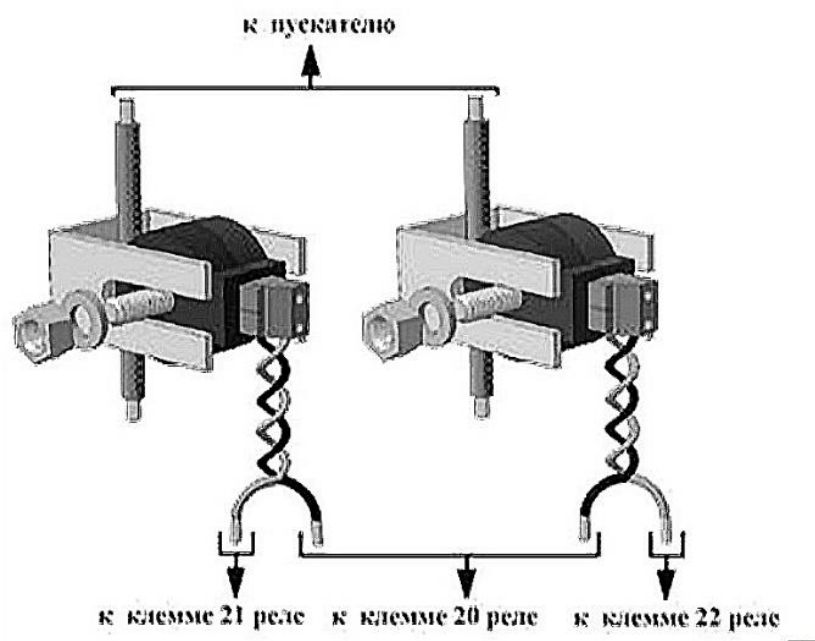

Рис. 4.3. Общий вид датчиков тока
Датчик тока (рис. 4.3) представляет собой малогабаритный трансформатор. Первичной обмоткой является фазный провод, соединяющий пускатель и двигатель. Вторичная обмотка намотана на катушку, размещенную в пластмассовом корпусе с выходными клеммами. Магнитопроводом служат стальные скоба и ось.
6.2.2 Закрепить датчики тока на двух фазных проводах, соединяющих пускатель и двигатель (см. рис. 4.3).